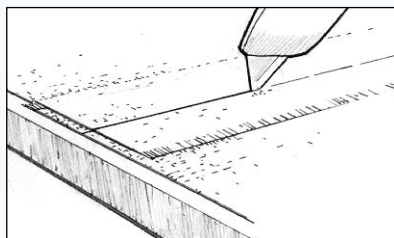

Figura 26 Tagliare il tessuto sovrapposto dopo che la resina epossidica ha gelificato.
b) Tagliare entrambi gli strati di tessuto con un taglierino affilato (*Figura 26*), prestando estrema attenzione a non tagliare troppo in profondità.